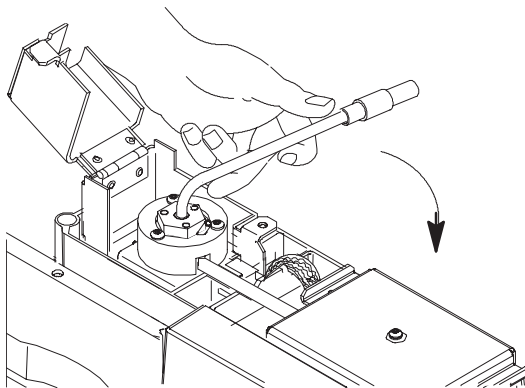

图 7 弯曲铷珠组件电缆
- 6 小心将铷珠组件电缆弯曲成 90 度（图 7），应如下图所示托住电缆。